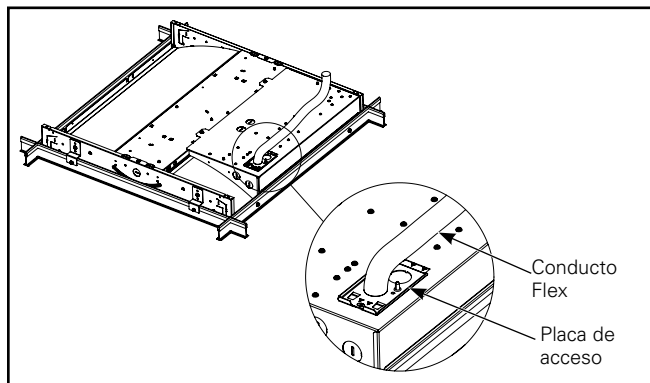

Figura 14.
- Coloque todos los cables y las tuercas P en la caja de conexiones del accesorio, reemplace la placa de acceso eléctrico y presione firmemente en su lugar. (Figura 14)